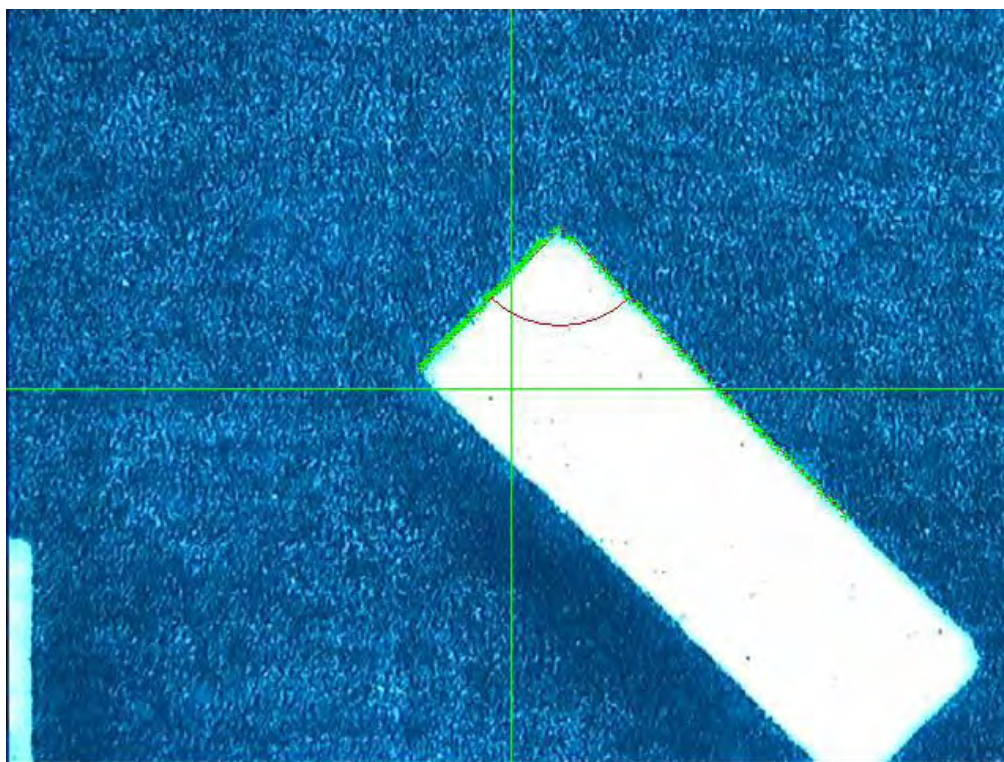

Figure 3-14
- IV. Cliquer sur le bouton  ou appuyer sur la touche Entrée pour recueillir les propriétés de l'angle, comme sur la Figure 3-14.